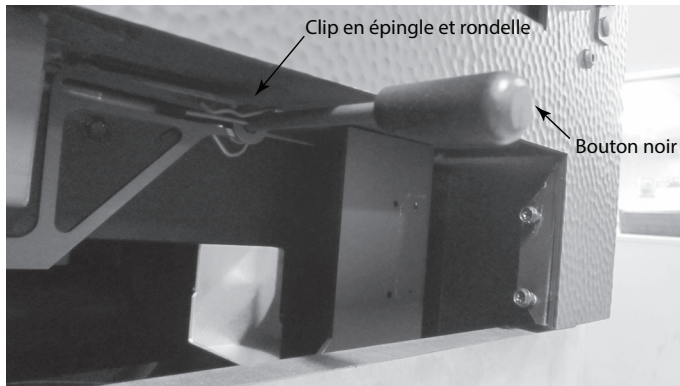

Figure 4.36 Réinstallation du clip en épingle et de la rondelle
13. Installez la rondelle et le clip en épingle à cheveux sur la tige. Voir la figure 4.36.